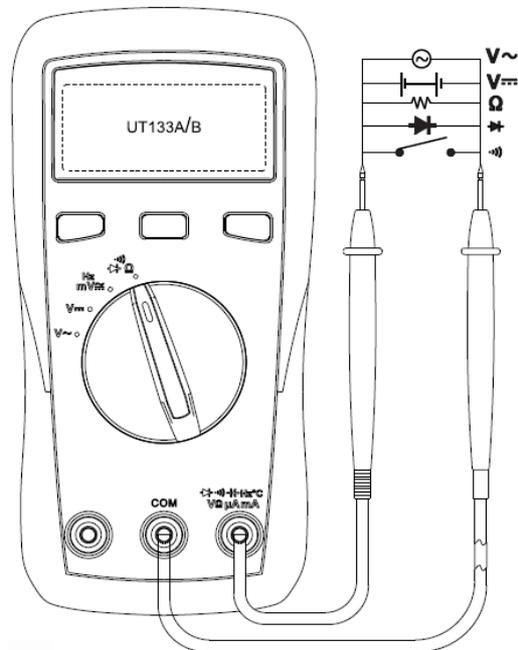

Рисунок 2
## 8.1. Измерение переменного и постоянного напряжения (см. рисунок 2)
## 8.2. Измерение сопротивления (см. рисунок 2)
**9.3. Прозвонка электрических цепей (см. рисунок 2)**
**8.4. Проверка диодов (см. рисунок 2)**